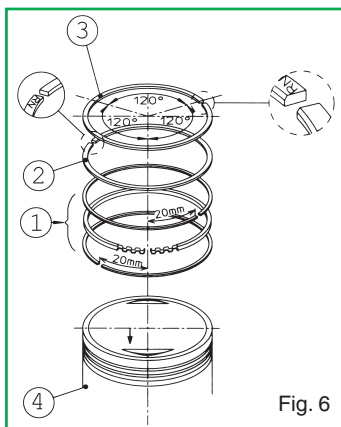

Fig. 6
- Introducir el expansor del segmento rascador de aceite en la específica ranura en el pistón, introducir el segmento rascador de aceite inferior y sucesivamente el rascador de aceite superior completando el montaje del rascador de aceite (Fig. 6 - Part. 1).
- Montar el segundo segmento con la parte estampada N dirigida hacia la parte superior del pistón, como indica la Fig. 6 - Part. 2.
- Introducir el primer segmento de compresión con la parte estampada N dirigida hacia la parte superior del pistón, como indica la Fig. 6 - Part 3.
- Posicionar las aperturas de los cortes de los aros elásticos como indica la Fig. 6.
- Posicionar el pistón en la biela e introducir el bulón nuevo. Asegurarse que la flecha marcada en la cabeza del pistón se encuentre dirigida hacia el lado del escape (Fig. 6 - Part 4).
- Controlar nuevamente que las aperturas de los cortes de los aros elásticos se encuentren posicionados como indica la Fig. 6.